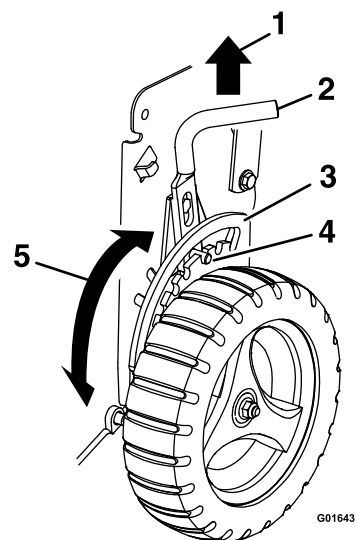
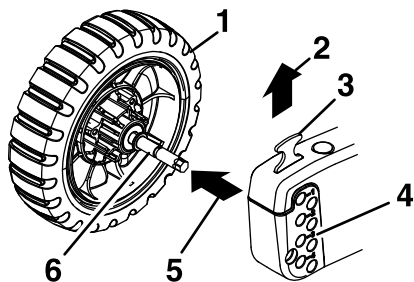

Figura 12
Figura 14
3. Ajuste las cuatro ruedas a la altura de corte de 6.4 cm (2½") (Figura 12 y la Figura 14).
1. Tire de la varilla de ajuste de la altura de la rueda hacia arriba para liberar el pasador de la muesca del soporte de ajuste (Figura 12).
- Tire hacia arriba del bloqueo de altura y tire hacia fuera del conjunto del eje de la rueda, como se muestra en la Figura 14.